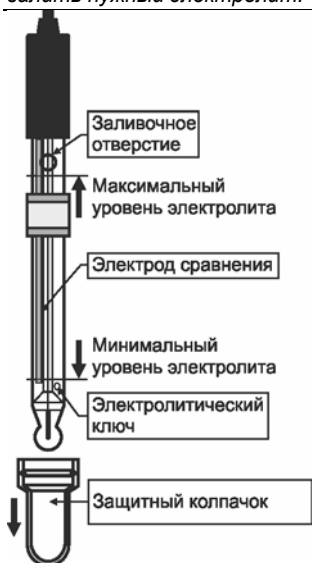
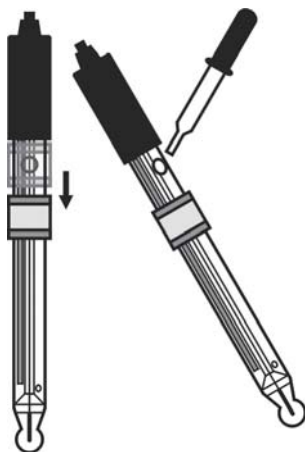

Рис. 1
Рис. 2
4.3 Проверить уровень электролита в электроде, он должен находится в пределах, показанных на рис. 1. При необходимости в электрод следует долить раствор KCl с концентрацией 3 моль/дм³. Для этого нужно сдвинуть вниз защитный пояс, закрывающий заливочное отверстие и заполнить электрод электролитом до уровня заливочного отверстия (рис. 2).
5.3 Уровень электролита в электроде должен поддерживаться в пределах показанных на рис. 1. При необходимости электролит следует доливать в электрод через заливочное отверстие.